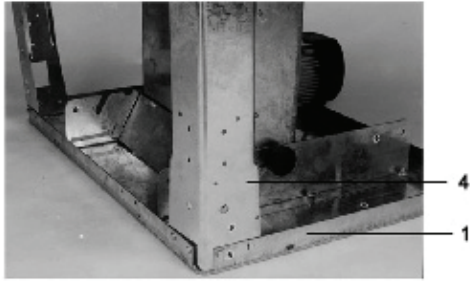

Fig. 4
- Prenez quatre vis à six pans M6x16, quatre rondelles M6 et quatre écrous M6 et montez la pièce 4 sur la pièce principale 1. Ne serrez pas les vis trop fort (voir fig. 4).